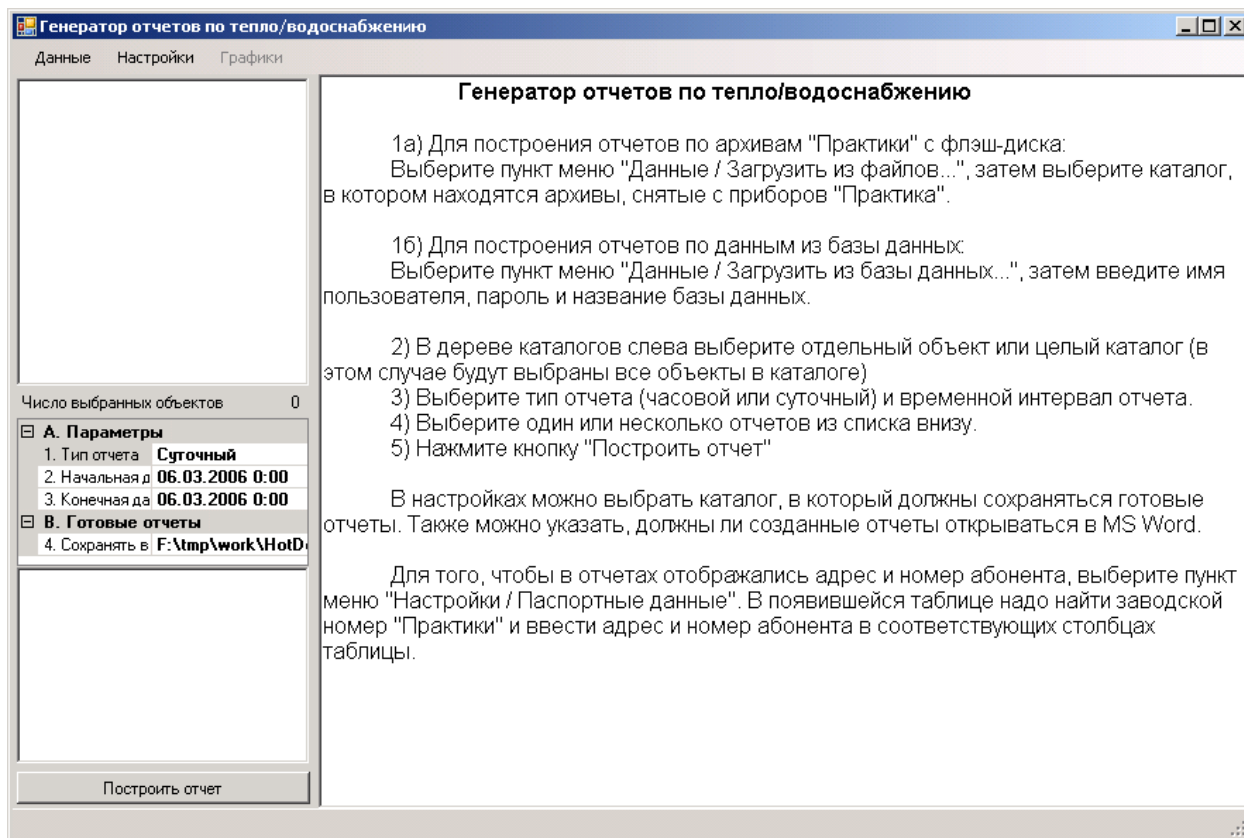

Рисунок 2
4.1 После запуска исполняемого файла появится окно следующего вида (рис. 2):